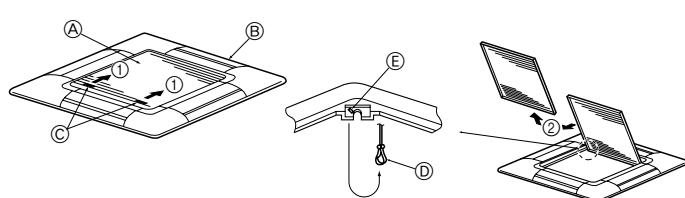

Fig. 5-3
5.2.1. 卸下进气格栅 (Fig. 5-3)
- 沿箭头①方向滑动进气格栅的横杆，将进气格栅打开。
- 如箭头②所示，在进气格栅位于“打开”的位置，从格栅上卸下进气格栅的转枢。